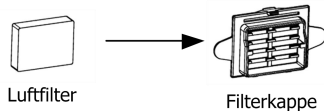

Abb. 19-4
- (1) Bringen Sie den Luftfilter wie in Abb. 19-4 gezeigt am Filterdeckel an.